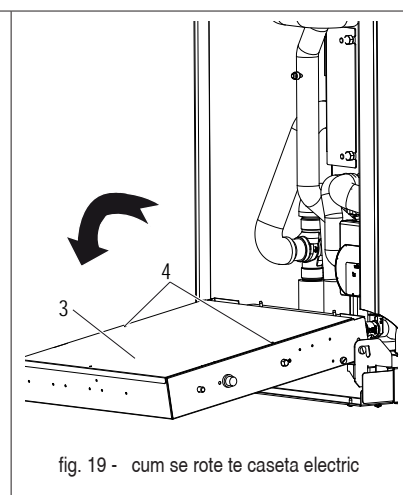

fig. 19 - cum se rotește caseta electrică
- rotiți-o în față (fig. 19)
- Scoateți panoul metalic posterior, de acoperire (det. 3 - fig. 19) fixat cu 2 șuruburi (det. 4 - fig. 19).